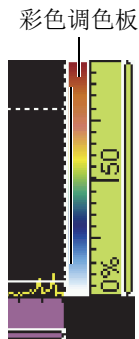

图 6-16 A 扫描视图右侧的调色板
1. 敲击并按住波幅彩色调色板（参见第 178 页的图 6-16），然后选择**导入**。
用户可以看到 A 扫描视图右侧的彩色调色板的标度（参见第 178 页的图 6-16）。